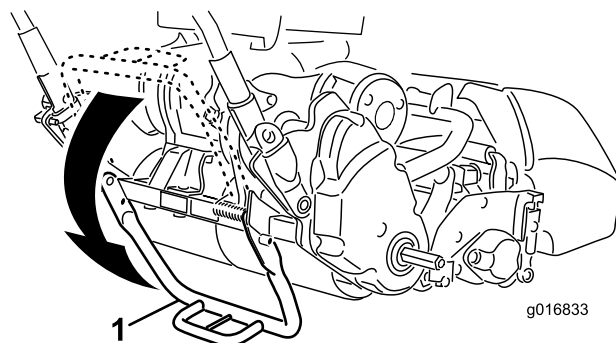

図 7
1. キックスタンドを立てる キックスタンドの中央部に足を置き、機体の下部についているハンドルで機体を持ち上げると、スタンドの上に機体が載る 図 7。